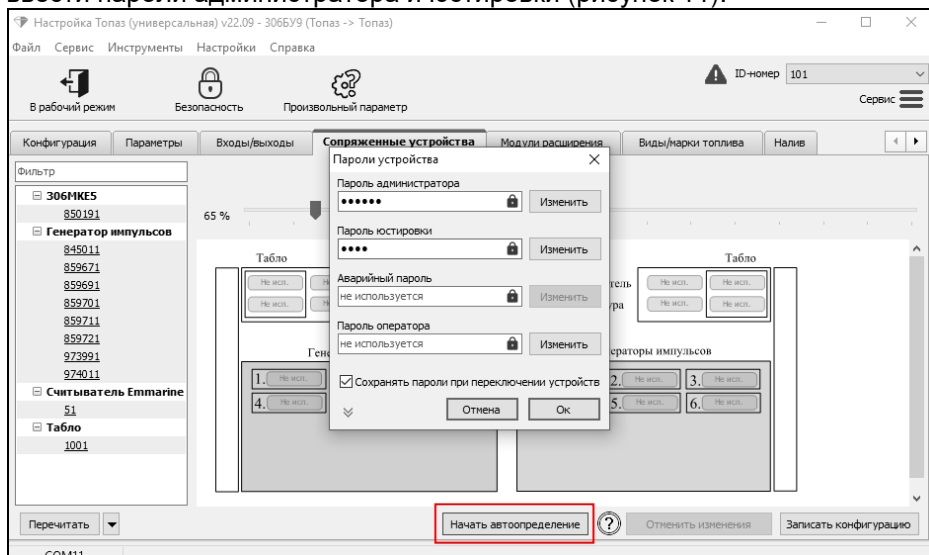

Рисунок 11
1) Для полуавтоматической привязки на вкладке "Сопряженные устройства" выбрать "Начать автоопределение", по запросу программы ввести пароли администратора и юстировки (рисунок 11).